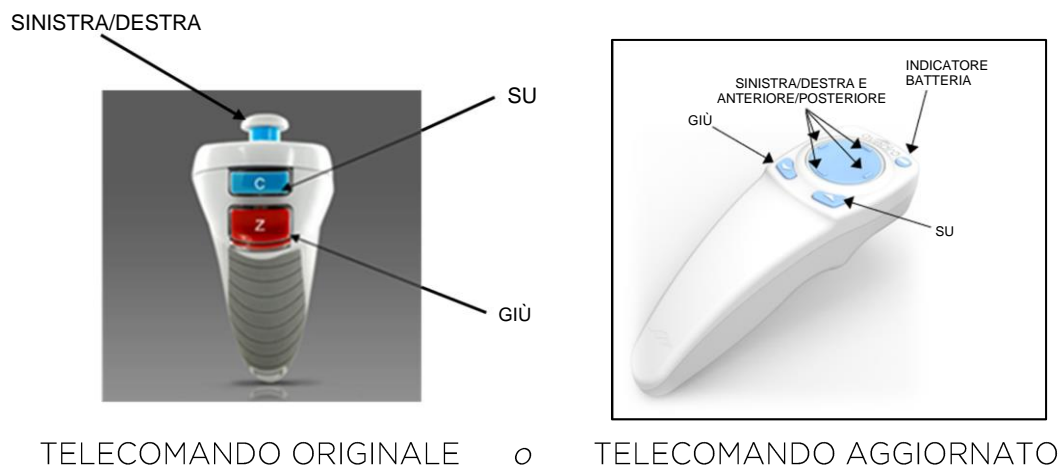

Figura 3-24. Funzioni del telecomando
- **NOTA:** per ottenere un corretto allineamento utilizzando il telecomando, fare in modo che il logo Avedro riportato sulla testina del sistema KXL sia rivolto verso l'utente. La Figura 3-24 mostra le funzioni del telecomando da usare durante il processo di allineamento.